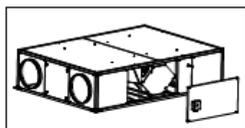

Fig. 1
2. Retirer le panneau latéral du côté des raccordements (fig.1).